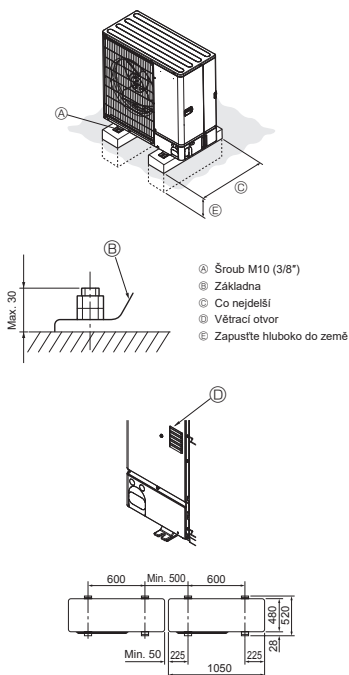

Fig. 3-1
- Jednotku namontujte na pevný a rovný povrch, aby během provozu nedrnčela. (Fig. 3-1)